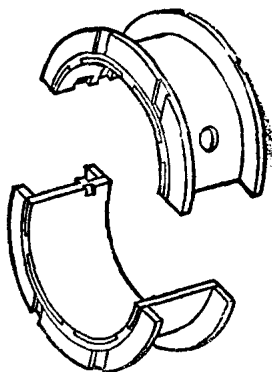

图3 组合式主轴承
(4)老式止推片改为新式组合翻边瓦时,只须将第四道主轴承盖(原宽42mm),加工到40 $\pm$ 0.05mm即可,但上下瓦不可装反(见图3)。
曲轴轴向止推轴瓦（即翻边瓦）见图3。